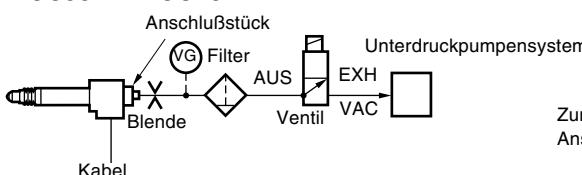
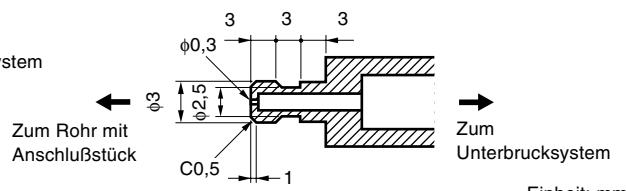

Abb. 1 Druckluftsystem
Abb. 2 Maße der Blende
- In operating the probe DG805BL, 810BL with a vacuum pump, use such an air-pass system as shown in Fig. 1. The optimum vacuum rate is 40 to 66.7 kPa. Further, put such an orifice as shown in Fig. 2 on a tube from the air lifter connector to control the air suction and discharge speed. The measuring feeler is lifted at the air discharge to the vacuum pump.
- Für den Betrieb das Meßgeräts DG805BL, 810BL, mit einer Unterdruckpumpe ist das Druckluftsystem entsprechend Abb.1 anzutragen. Der optimale Druck liegt bei 40 bis 66,7 kPa. Darüber hinaus ist eine Blende (siehe Abb. 2) am vom Druckluftheberanschluß kommenden Rohr anzubringen, um die Luftansaug- und ausstoßgeschwindigkeit zu steuern. Der Meßfühler wird beim Luftausstoß zur Unterdruckpumpe gehoben.